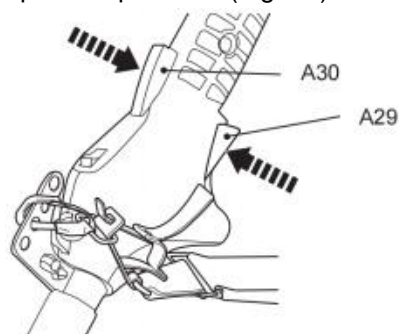

Fig. 41
8. Apriete el bloqueo del acelerador (A30) y el gatillo del acelerador (A29) para operar el producto (Fig. 41).